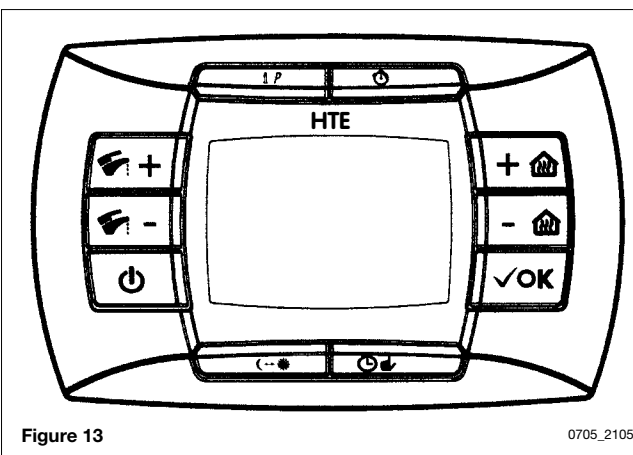

Figure 13
- appuyer et maintenir appuyée la touche  et ensuite appuyer la touche  (voir figure 13).